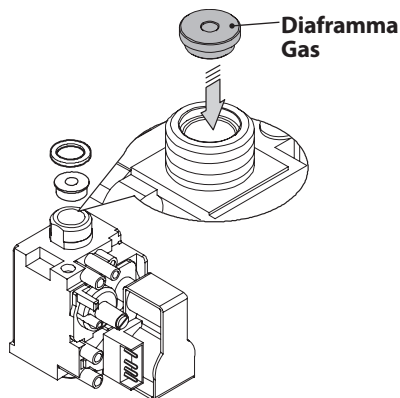

Figura 8.2
- Eseguire la trasformazione del tipo di gas sostituendo correttamente il diaframma gas (Figura 8.2), facendo riferimento alla sezione "Dati tecnici M260MR.2025 SV/T" a pag. 30 e "Dati tecnici M260MR.2530 SV/T" a pag. 34.